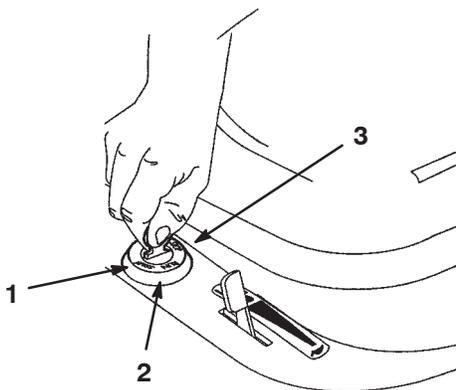

Figure 9
6. Tournez la clé de contact dans le sens des aiguilles d'une montre et maintenez-la en position de Démarrage (Fig. 9). Relâchez la clé quand le moteur démarre.
2. Tournez la clé de contact à la position Contact coupé (Fig. 9).